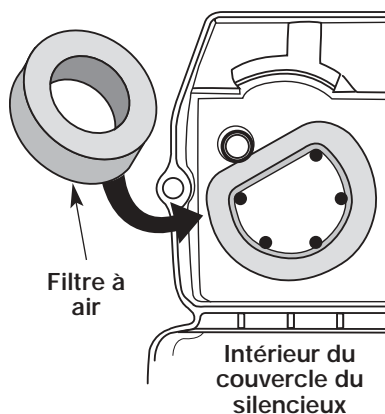

Fig. 35
2. Retournez le couvercle et inspectez l'intérieur pour repérer le filtre à air. Retirez le filtre à air de l'intérieur du couvercle du filtre à air/silencieux (Fig. 35).
6. Replacez le filtre à l'intérieur du couvercle du filtre à air/silencieux (Fig. 35).